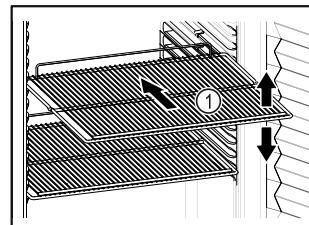

Fig. 65 Приближене відображення
- Якщо решітки для зберігання Fig. 65 (1) знімні, відрегулювати по висоті.